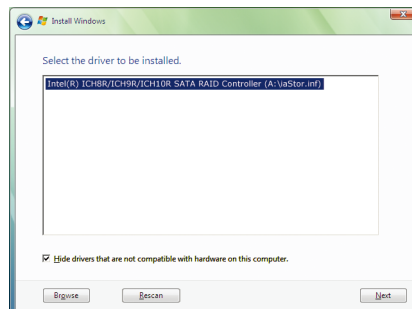

Figura 8
Quando aparecer uma tela conforme mostrada na Figura 8, selecione **Intel(R) ICH8R/ICH9R/ICH10R SATA RAID Controller**^(Nota) e pressione **Próximo**.
(Nota) O item exibido na Figura 8 será mostrado como **Intel(R) ICH10R SATA AHCI Controller** quando os controladores SATA estiverem ajustados para o modo AHCI.